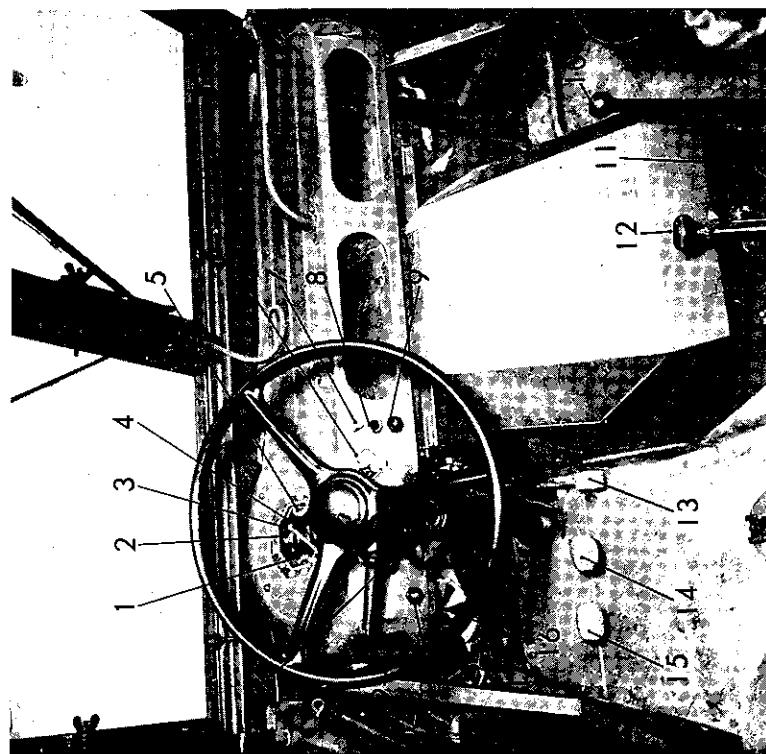

Fig. 1. — Cabine
A. Moteur froid (fig. 1).
B. Moteur chaud (fig. 1).
2. RÉCHAUFFAGE DU MOTEUR (fig. 1).
4. DÉMARRAGE ET PASSAGE DES VITESSES (fig. 1 et 2).
1. Appuyer à fond sur la pédale de débrayage (15, fig. 1), et placer le levier de changement de vitesse en première (fig. 2a).
2. Embreayer progressivement tout en appuyant sur l'accélérateur (13, fig. 1) et en lâchant le frein à main.
- Manœuvrer le levier de changement de vitesse (12, fig. 1) sans brusquerie.
5. *Tableau de bord* (fig. 1).
8. ARRÊT DU VÉHICULE ET DU MOTEUR (fig. 1).